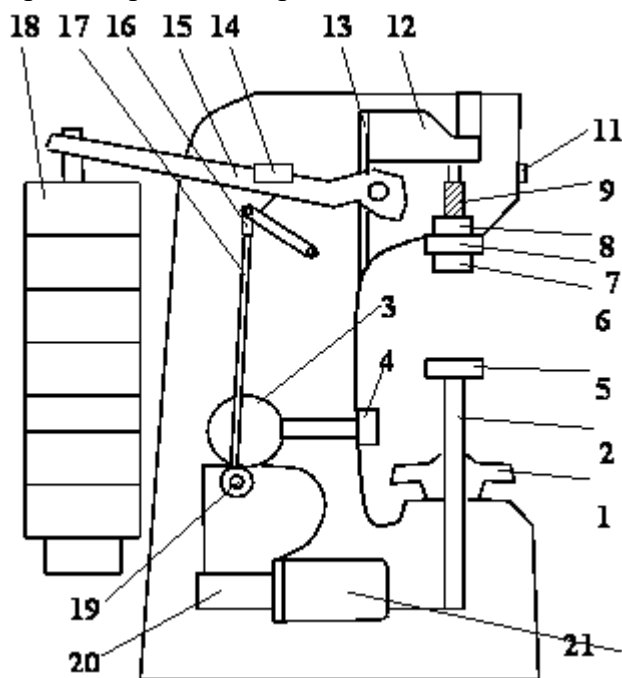
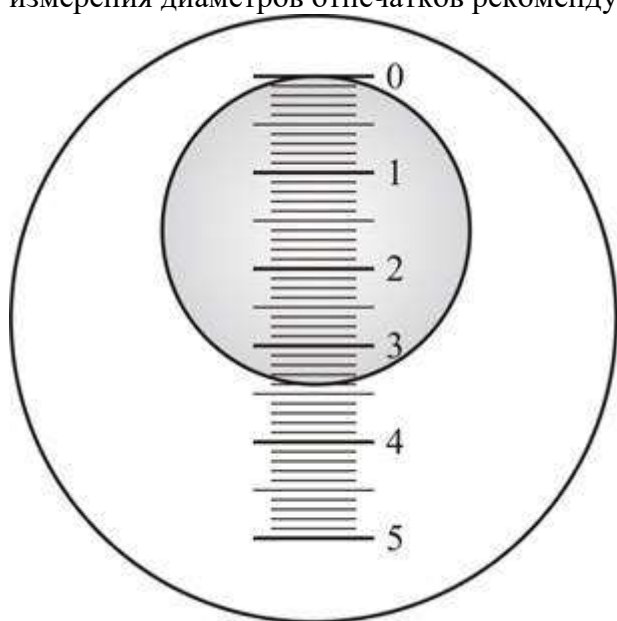

Рис.3. Схема прибора для определения твердости по Бринеллю
Рис.4. Изображение отпечатка, видимое в микроскоп
На рис. 3 приведена принципиальная схема твердомера ТБ 5004.
На приборе Бринелля проводятся 5 замеров. Образец с нанесенными отпечатками снимается с предметного столика пресса Бринелля. Измерение диаметров отпечатков производится с помощью специального отсчетного микроскопа на лабораторном столе. На рис. 4 показано изображение отпечатка, видимое в микроскоп (увеличение микроскопа обычно равно 24). Один из краев отпечатка необходимо совместить с нулевым штрихом шкалы и произвести отсчет по шкале с точностью до  $1/2$  деления. Видимое в микроскоп расстояние между большими штрихами соответствует одному миллиметру. Полученный размер диаметра отпечатка записывают сразу в миллиметрах. Так, на рис. 3 имеем:  $d=3,40$  мм. Результаты измерения диаметров отпечатков рекомендуется записать в таблицу №4, приведенную ниже.
*Измерение твердости по шкале С.* Если индентор внедрится в материал на глубину  $h=0,2$  мм, то твердость такого материала условно считается равной нулю. Если же под действием той же нагрузки  $F$  индентор не внедряется в материал (пластическая деформация равна нулю), то твердость такого материала принято считать равной 100 единицам Роквелла. Таким образом, за единицу твердости принята величина, соответствующая перемещению индентора на 0,002 мм. Применение такой «перевернутой» шкалы (рис. 3) обосновано тем, что глубина внедрения индентора обратно пропорциональна твердости материала. Поэтому твердость материала будет характеризоваться величиной ( $h-e$ , мм) или числом делений по шкале: